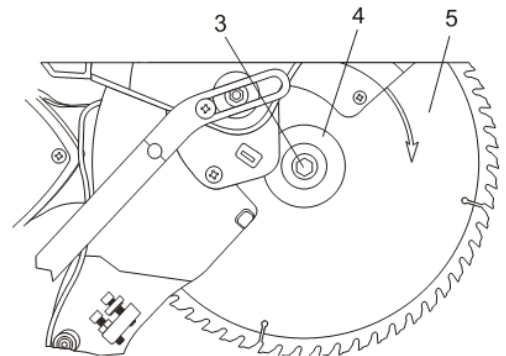

Fig. 34
5. Tout en maintenant le verrou de broche vers l'intérieur pour empêcher la lame de tourner, placez la clé spéciale pour vis de lame sur la vis de lame (3) et tournez la vis **DANS LE SENS HORAIRE** pour la retirer de l'arbre (Fig. 34).